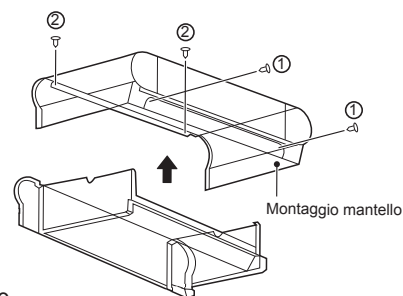

Figura 4-6 Rimozione del mantello
- Come illustrato in Figura 4-6, rimuovere le viti ① \*2 e ② \*2, quindi l'involucro.